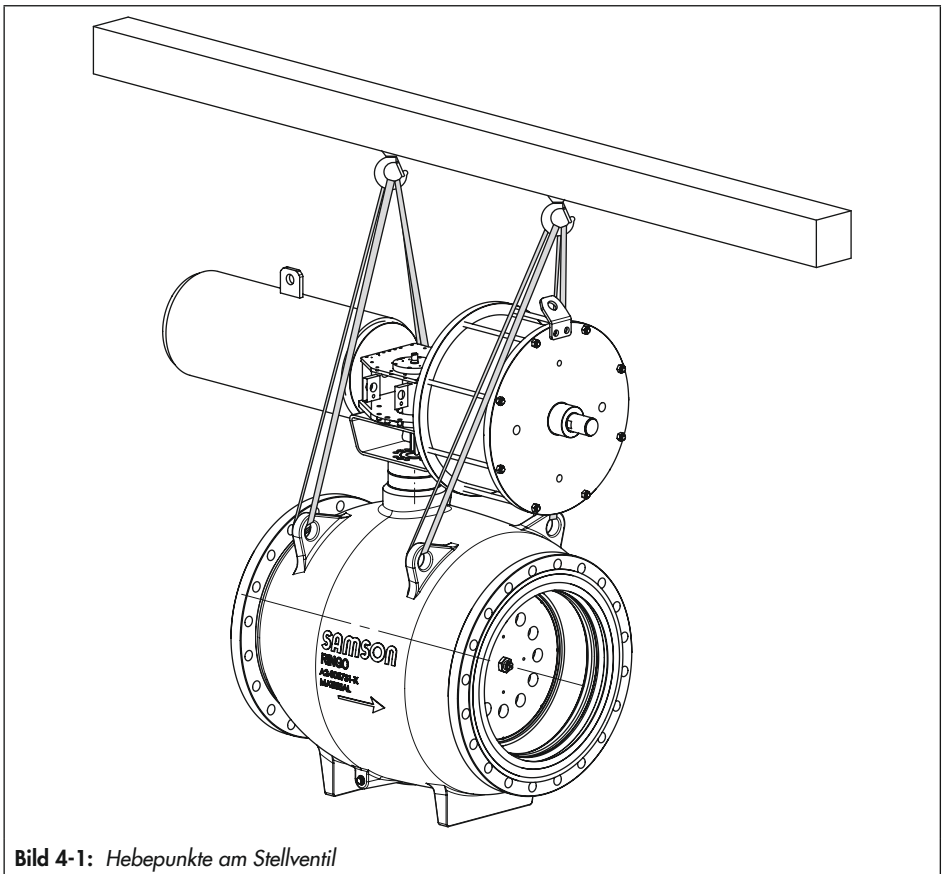

Bild 4-1: Hebepunkte am Stellventil
- Als Tragmittel einen Haken mit Sicherheitsverschluss verwenden (vgl. Bild 4-1), damit die Anschlagmittel beim Heben und Transportieren nicht vom Haken rutschen können.
1. Je eine Hebeschlinge an den Transportösen des Gehäuses und an den Haken der Traverse anschlagen, vgl. Bild 4-1.